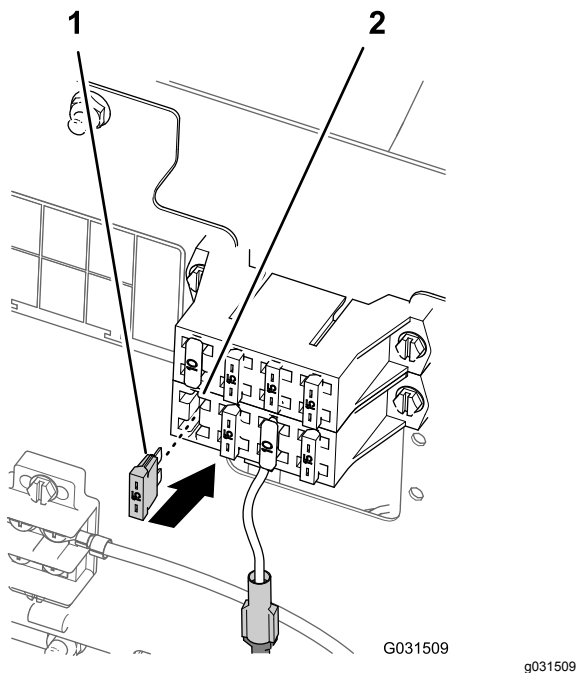

Bild 206
- Setzen Sie bei Maschinen mit einem Flachstecker für das Anbaugerät am Sicherungskasten der Maschine die 15-Ampere-Sicherung im Sicherungskasten ein (Bild 206).